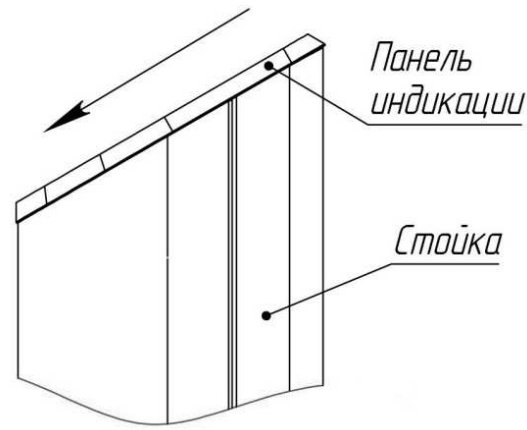

Рис. 5. .
5.2. Сдвиньте панель индикации картоприемника до упора в направлении, указанном на рис. 5. Аккуратно поднимите панель.